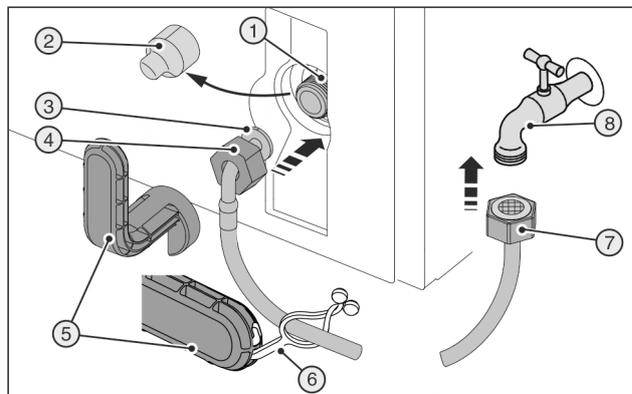
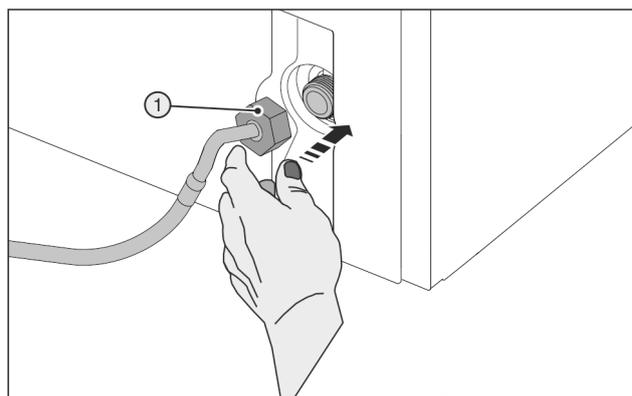

Fig. 28
Fig. 29
破损的辅助工具 Fig. 28 (5)！
- ▶ 只能在室温下使用辅助工具 Fig. 28 (5)。
- ▶ 拆下盖子 Fig. 28 (2)。
- ▶ 略微装配：将直软管端 Fig. 28 (7)向左置于地面。
- ▶ 将螺母 Fig. 28 (4)推至软管弯折端 Fig. 28 (3)上方末端并固定。
- ▶ 小心装上螺母 Fig. 29 (1)并用两根手指将其垂直拧到螺纹上，直至达到紧固位置。
- ▶ 使用辅助工具 Fig. 28 (5)顺时针拧紧螺母 Fig. 29 (1)，直至达到最大扭矩并且辅助工具 Fig. 28 (5)旋紧。
- ▶ 将螺母 Fig. 28 (7)拧到截流阀 Fig. 28 (8)上。
- ▶ 使用辅助工具 Fig. 28 (5)顺时针拧紧螺母 Fig. 28 (7)，直至达到最大扭矩并且辅助工具 Fig. 28 (5)旋紧。
- ▶ 打开供水截流阀 Fig. 28 (8)并检查整个水系统的密封性。
- ▶ 将连接板 Fig. 28 (6)卡入辅助工具 Fig. 28 (5)内并固定在不锈钢软管上，以便于保存。